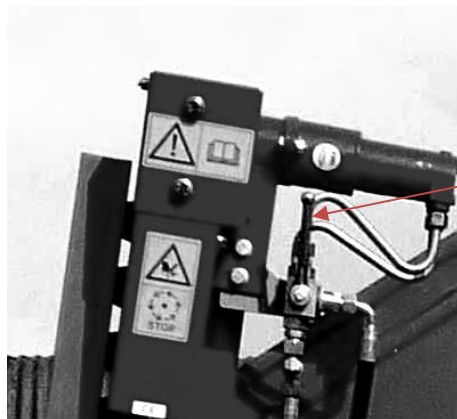

Abb.5
- Seitenmesserschaltventil (Z) in die senkrechte Stellung einstellen. Abb.5